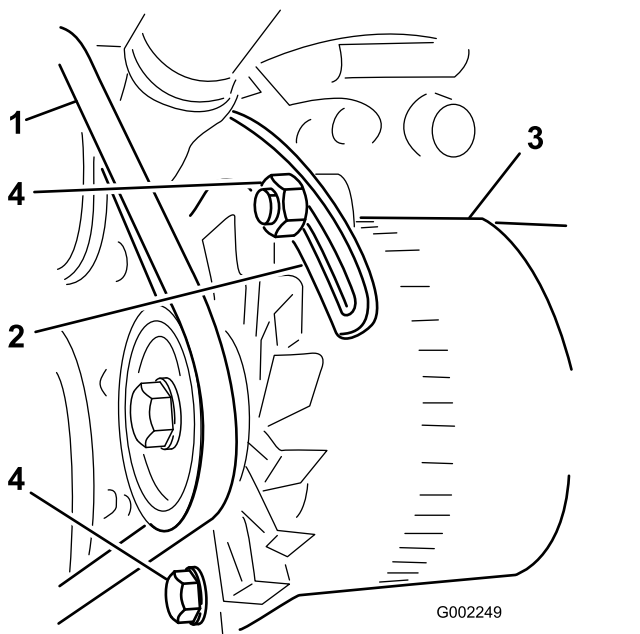

图69
3. 松开将皮带环形支架固定到发动机的螺栓、以及将发电机固定到皮带环形支架上的螺栓（图69）。